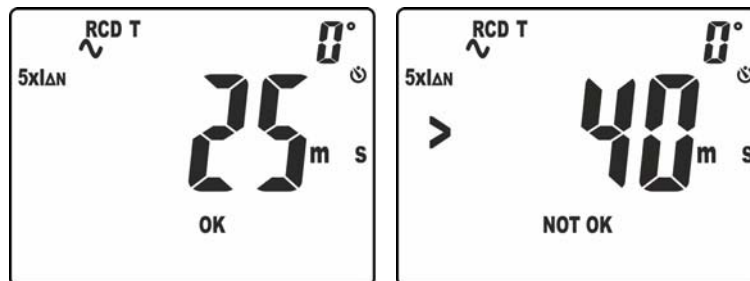

Abb. 36: Auslösezeit im manuellen Modus bei  $5xI_{\Delta n}$
10. Das korrekte Ergebnis der Messung erscheint im Display (siehe Abb. 36 – linke Seite) mit Angabe "OK".
11. Das inkorrekte Ergebnis der Messung (**Auslösezeit > 40ms**) erscheint im Display (siehe Abb. 36 – rechte Seite) mit Angabe "NOT OK". Der Summer gibt einen kurzen kontinuierlichen Ton ab.
10. Das korrekte Ergebnis der Messung erscheint im Display (siehe Abb. 36 – linke Seite) mit Angabe "OK". Beachten Sie die Angabe der Auslösezeit oben auf der rechten Seite des Displays.
11. Das inkorrekte Ergebnis der Messung erscheint im Display (siehe Abb. 36 – rechte Seite) mit Angabe "NOT OK" (**Auslösestrom > 33mA**). Der Summer gibt einen kurzen kontinuierlichen Ton ab.